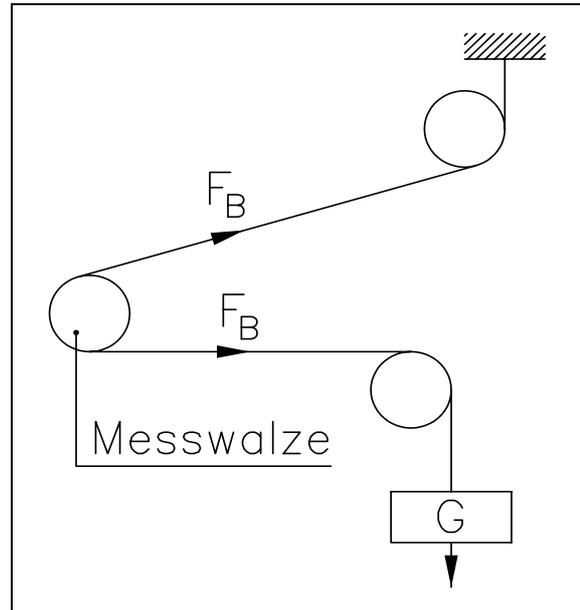

Bild 10: Kalibrierung des Messwertverstärkers
- Material oder Seil mit einem definierten Gewicht belasten (Bild 10).